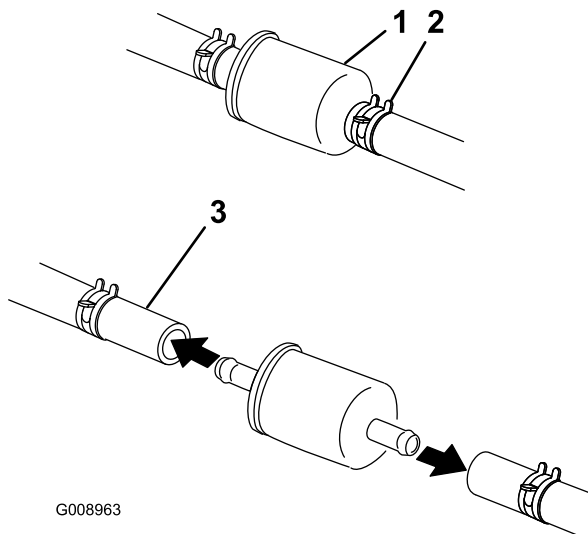

Figura 45
3. Deje que la máquina se enfríe (Figura 45).
4. Apriete los extremos de las abrazaderas y deslícelas por el tubo alejándolas del filtro (Figura 45).
6. Instale un filtro nuevo y acerque las abrazaderas al filtro (Figura 45).